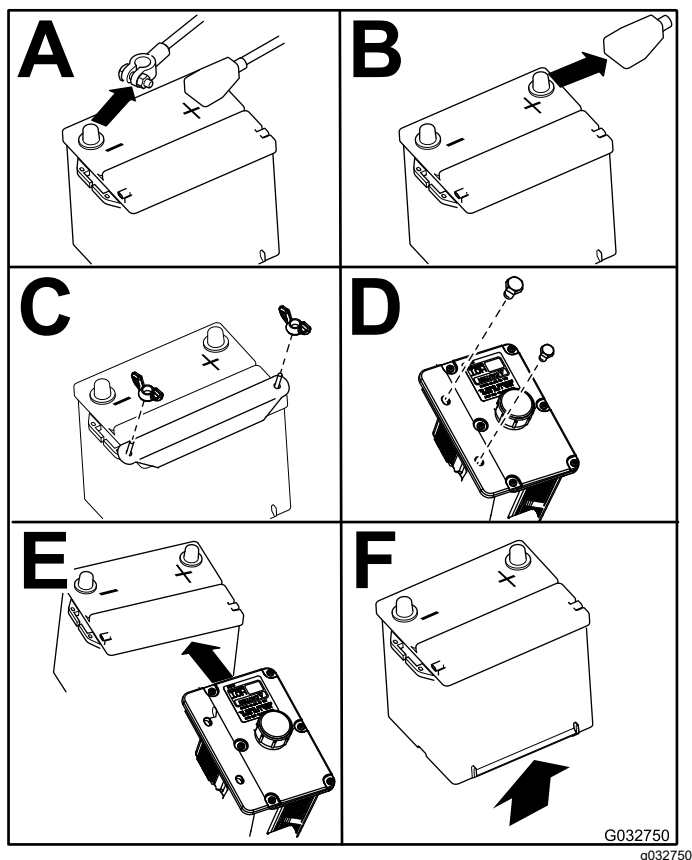

Bild 47
4. Nehmen Sie die Batterie heraus, wie in Bild 47 abgebildet.